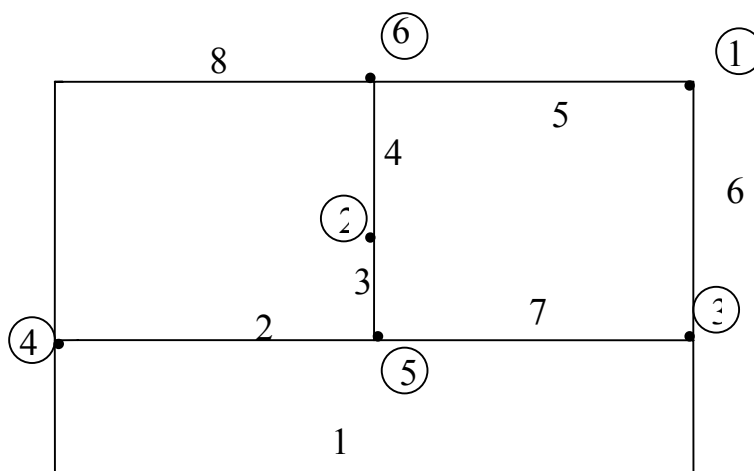

Рис.2.
- перерисовать полученный граф схемы, так чтобы ветви не пересекались(рис.2);